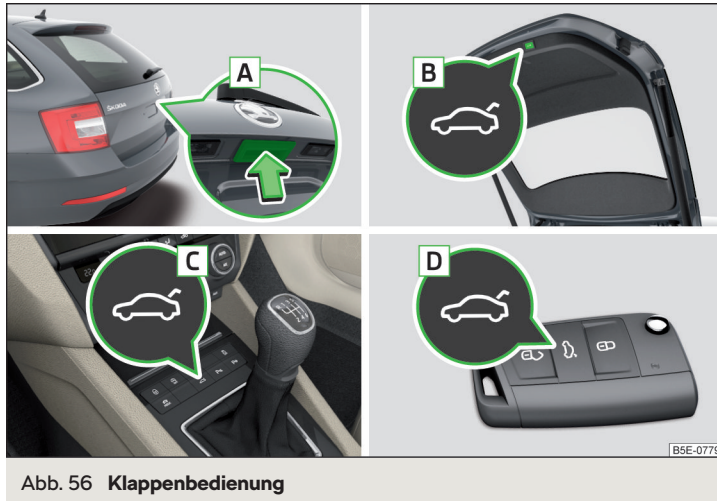

Abb. 56 Klappenbedienung
- ▶ Durch das Drücken des Griffs **A** » Abb. 56.
- ▶ Durch das Drücken der Taste **B** » Abb. 56.
- ▶ Die Taste **B** » Abb. 56 auf Seite 67 gedrückt halten, bis ein akustisches Signal ertönt.
Die Klappe reagiert nicht auf ein Öffnungssignal	Entfernen eines eventuellen Hindernisses (z. B. Schnee), erneutes Öffnen der Klappe » Seite 67 Drücken des Griffs A » Abb. 56 auf Seite 67 und Ziehen der Klappe nach oben